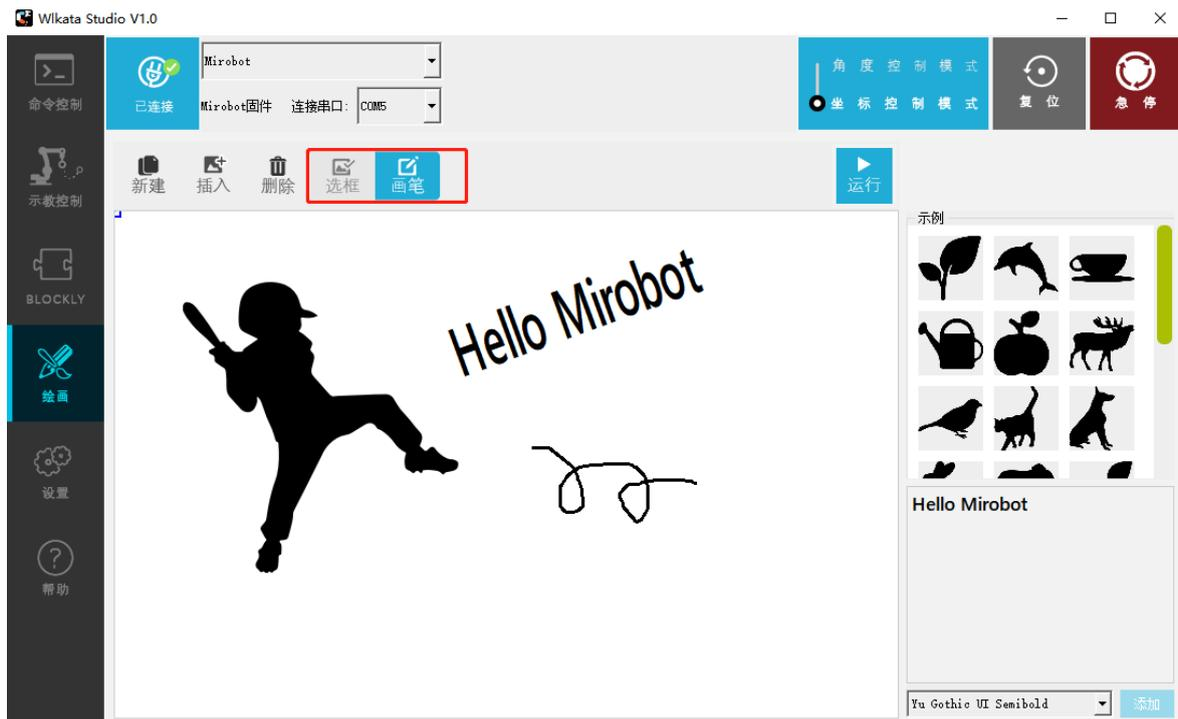

图 2.41 用鼠标切换选择模式到笔模式
(6) 要添加鼠标绘图，请单击“选框” | “添加”。笔按钮从选择模式切换到笔模式。然后，您可以使用鼠标作为笔在中心画布上绘画，如图 2.41 所示。